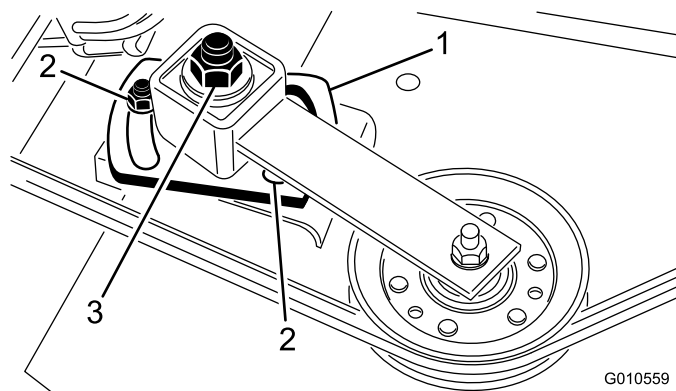

Bild 28
4. Lösen Sie die zwei Muttern, mit denen die Spannscheibe befestigt ist. Ziehen Sie die Einstellmutter der Spannscheibe mit einem Sechskantschlüssel oder Drehmomentschlüssel auf 24-41 N-m an (Bild 28).